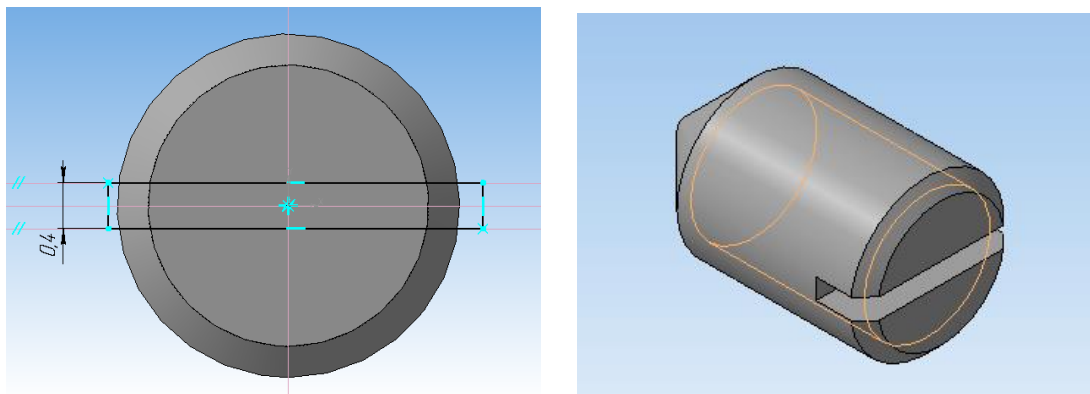

Рисунок 118.
6. Выполнение шлица на винте - выберите для создания эскиза торец винта. Создайте эскиз (рисунок 118).